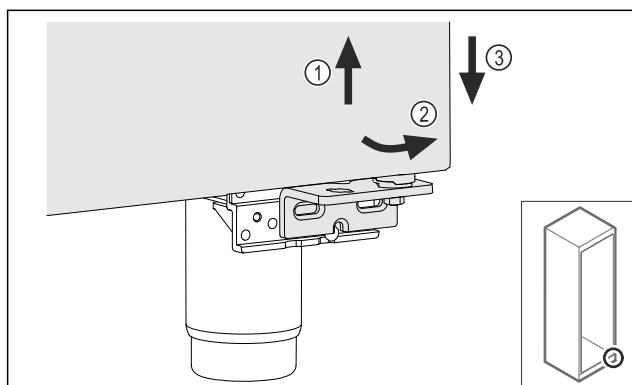

Fig. 16
- ▶ Ridicați ușor ușa Fig. 16 (1), basculați-o jos spre înainte Fig. 16 (2) și coborâți-o Fig. 16 (3).